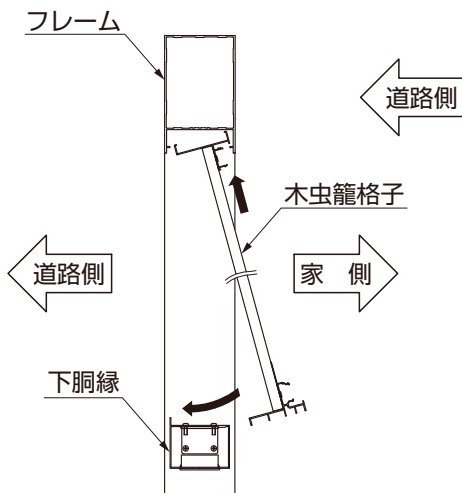
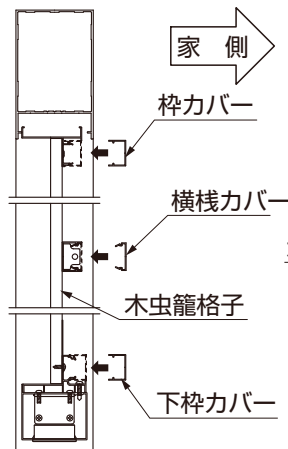

図5-5
図5-6 A部詳細図
- ①木虫籠格子を上側からフレームに差込み、下胴縁に乗せて【1-3】で取付けてください。(図5-5参照)
- ②木虫籠格子を柱に【1-2】で取付けてください。
- ③桤カバー、横棧カバー、下桤カバーを木虫籠格子にはめ込んでください。(図5-6参照)
- 木虫籠格子は家側からフレームに組み込んでください。(図5-5参照)